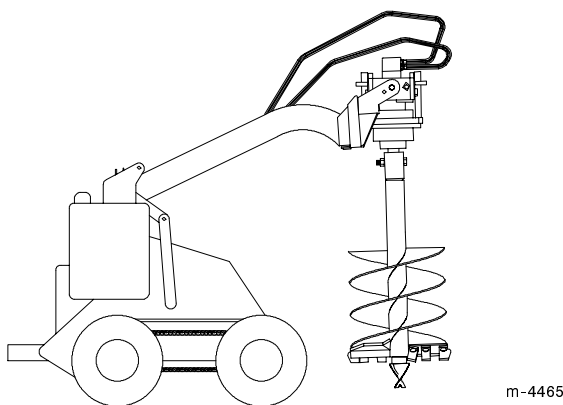

Abbildung 9
14. Den Bohrer vom Boden abheben (Abb. 9).
15. Wenn der Bohrer senkrecht ist, die Zusatzvorrichtungplatte nach hinten kippen, bis der Antriebskopf die Platte berührt, damit der Bohrer stabilisiert wird und nicht frei hin- und herschwingen kann (Abb. 9).